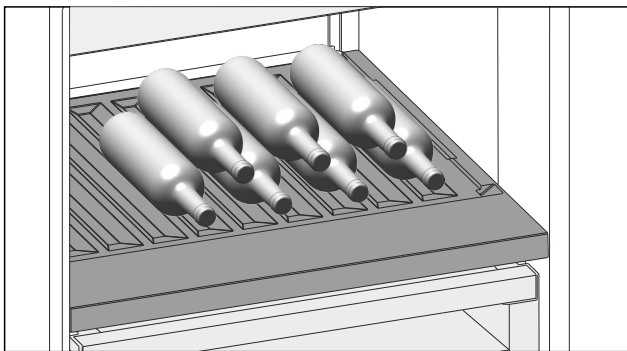

Fig. 131
- Placer les bouteilles avec le fond orienté vers la paroi arrière de l'appareil. (voir Fig. 131)